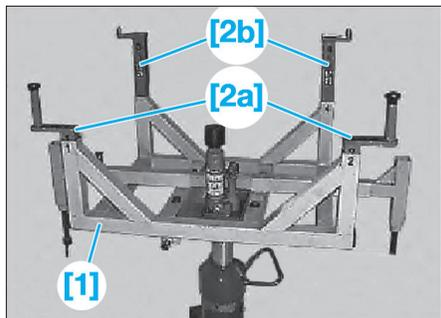

Fig. 61
- [1]. Embase-support pour la dépose/repose du berceau (réf BMW : 00 2 040) (Fig.61).
- Insérer les outils [2a] et [2b] de l'outil [2] dans les logements prévus de l'outil [1] (Fig.61).